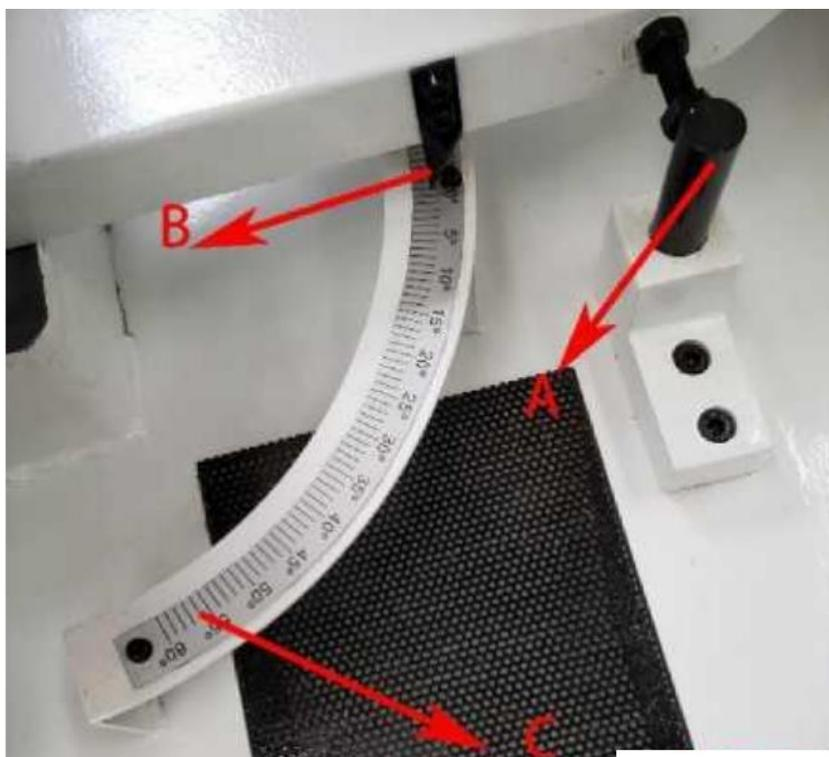

Рис. 20
2. Вертикальный стопор (А) на Рис. 20 изначально установлен для фиксации рамы под углом 90° . Для настройки другого угла освободите этот стопор.
3. Поворачивайте пильную раму, совмещая указатель угла (В) (Рис. 20) с требуемым значением на градуированном диске (С) (Рис. 20).